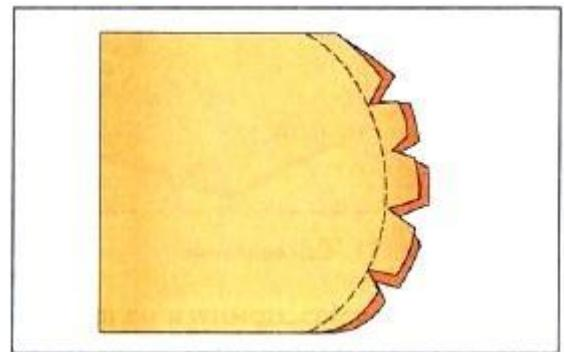

Рис. 41. Рассекание припусков на шов на внешних
7. Выполнить ножницами рассечки треугольной формы по внешнему контуру (рис. 41).